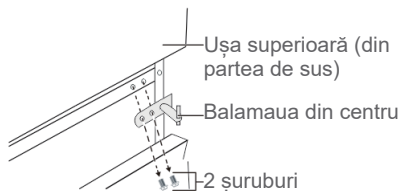

Fig. 4
3. Scoateți balamaua superioară după ce ați scos cele două șuruburi (→ Fig. 4).